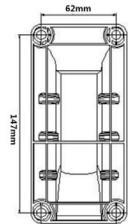

Fig.2
- Applicare la staffa di montaggio come dimo, contrassegnare la posizione di ciascuna e praticare quattro fori nella parete (Fig. 2).